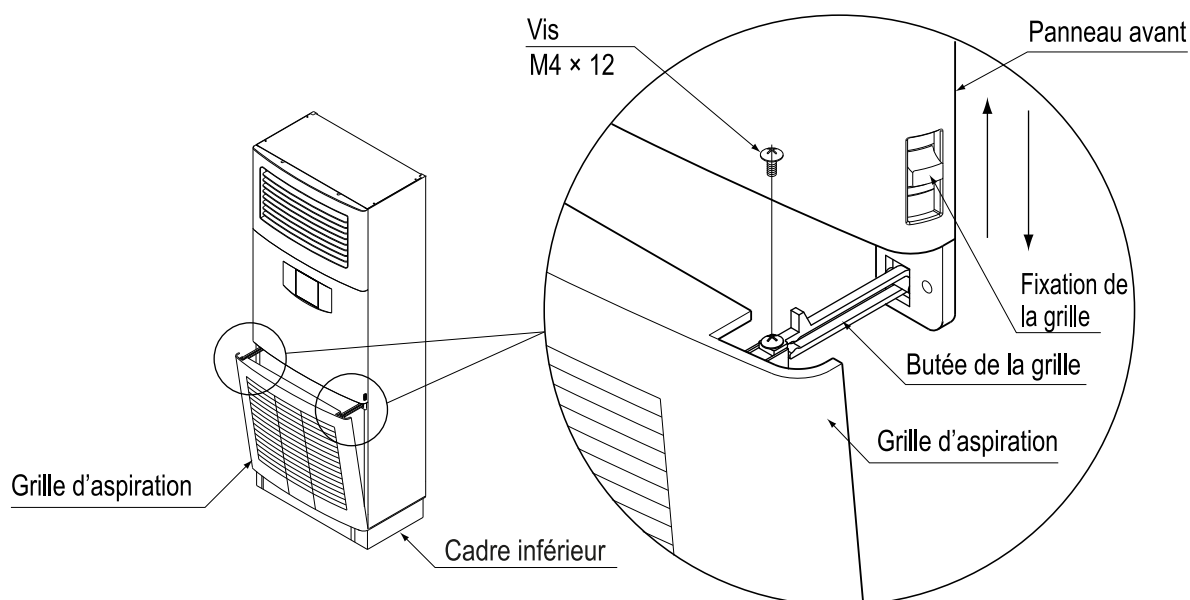

Fig. 41
2. Insérez la butée de la grille (panneau avant) dans la rainure de la grille d'aspiration et bloquez la grille en position originale à l'aide d'une vis (reportez-vous à la fig. 41).
3. Vérifiez que la fixation de la grille est soulevée, puis fermez la grille d'aspiration. Une fois la grille fermée, abaissez la fixation de la grille (reportez-vous à la fig. 41).